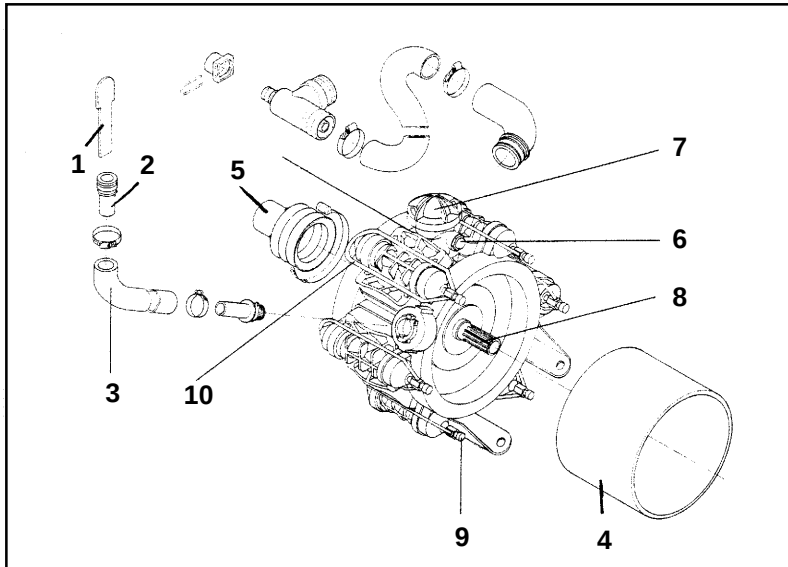

Fig. 9.1
- Indgangsakslene (Fig. 9.1/ 8) drejes med hånden, indtil det gamle olie er løbet helt ud.